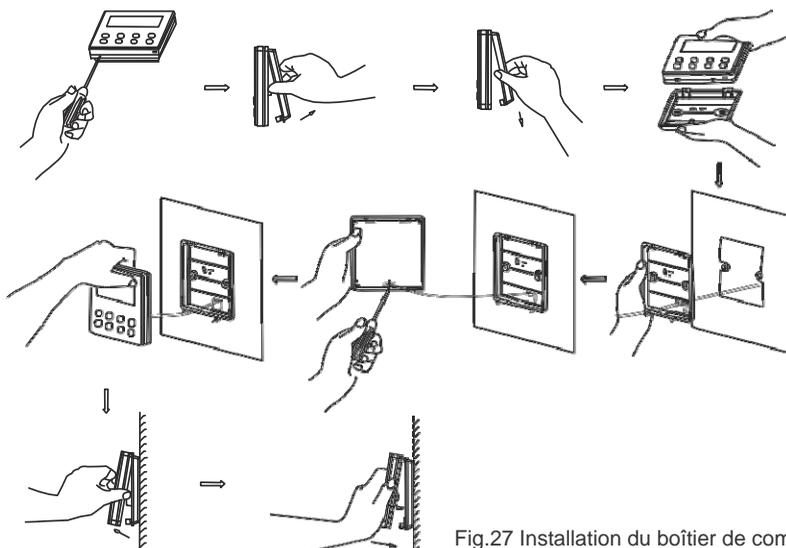

Fig.27 Installation du boîtier de commande
(2). Une fois l'unité. Int. hors tension, fixez la ligne de com. sur la plaque de connexions à l'aide de vis. Ensuite, les étapes d'installation spécifiques sont indiquées dans la Fig.27 :